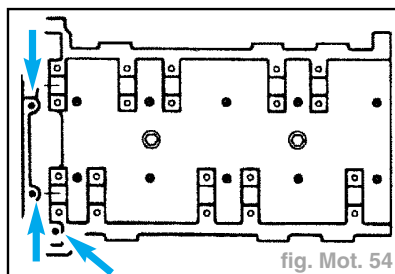

fig. Mot. 54
- Déposer les trois vis de la culasse (fig. Mot. 54).
- Poser les trois vis dans la culasse (fig. Mot. 54) et les serrer à **3,8 daN.m**.